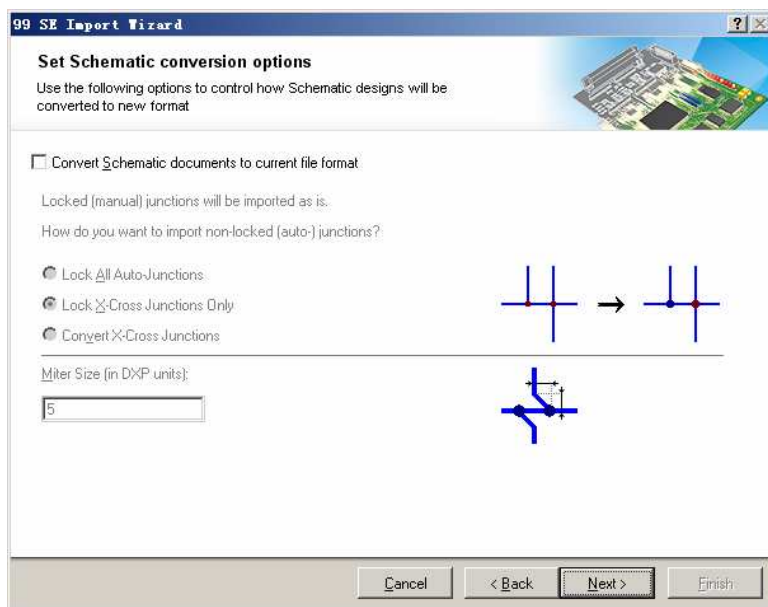

图 10.8 “Set Schematic conversion option” 页面
(6) 在 “Set file extraction options” 页面中单击 “Output Folder” 编辑框右侧的浏览按钮 , 打开 “浏览文件夹” 对话框, 在 “浏览文件夹” 对话框内选择导入文件的保存路径, 单击 “确定” 按钮, 然后单击 “Set file extraction options” 页面中的 “Next” 按钮, 打开如图 10.8 所示的 “Set Schematic conversion option” 页面。